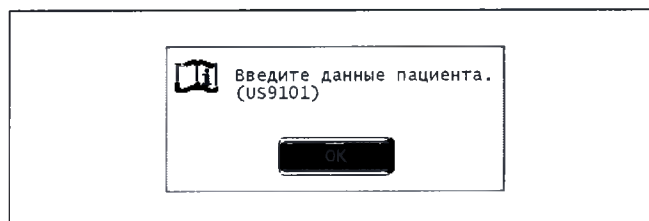

Рисунок 7.244
- При подключении модели CV-180 данные изображений возможно сохранить, только если они содержат данные пациента. При попытке сохранения без ввода данных пациента отобразится сообщение, показанное на рис. 7.244. Введите данные пациента и повторите попытку сохранения.